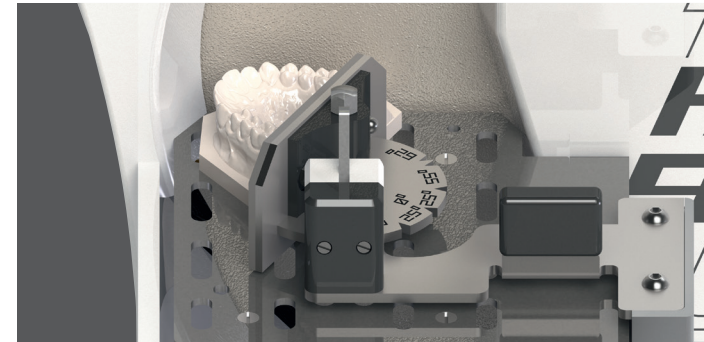

Abb. 11
- Das Beschleifen der OK-Seiten erfolgt durch Drehen und Arretierung des Winkelanschlages in der 62°-Stellung und Anlegen der Tuberebene an den Anschlag (Abb. 11).